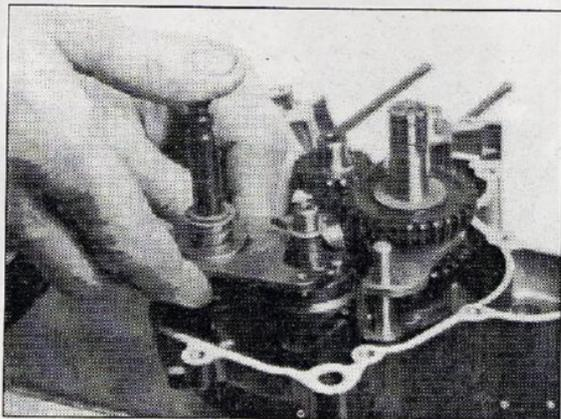

Fig. 43
4) MONTARE il gruppo selettore (Fig. 43) con la rondella inferiore (spessore di 0,6 mm) e infilare i beccucci della molla di richiamo nel relativo ponte di ancoraggio e verificare che:
4) INSERT the shift-shaft (Fig. 43) with the lower washers (0,6 mm thick) and insert the return spring hooks in the relevant anchoring bridge then check that: